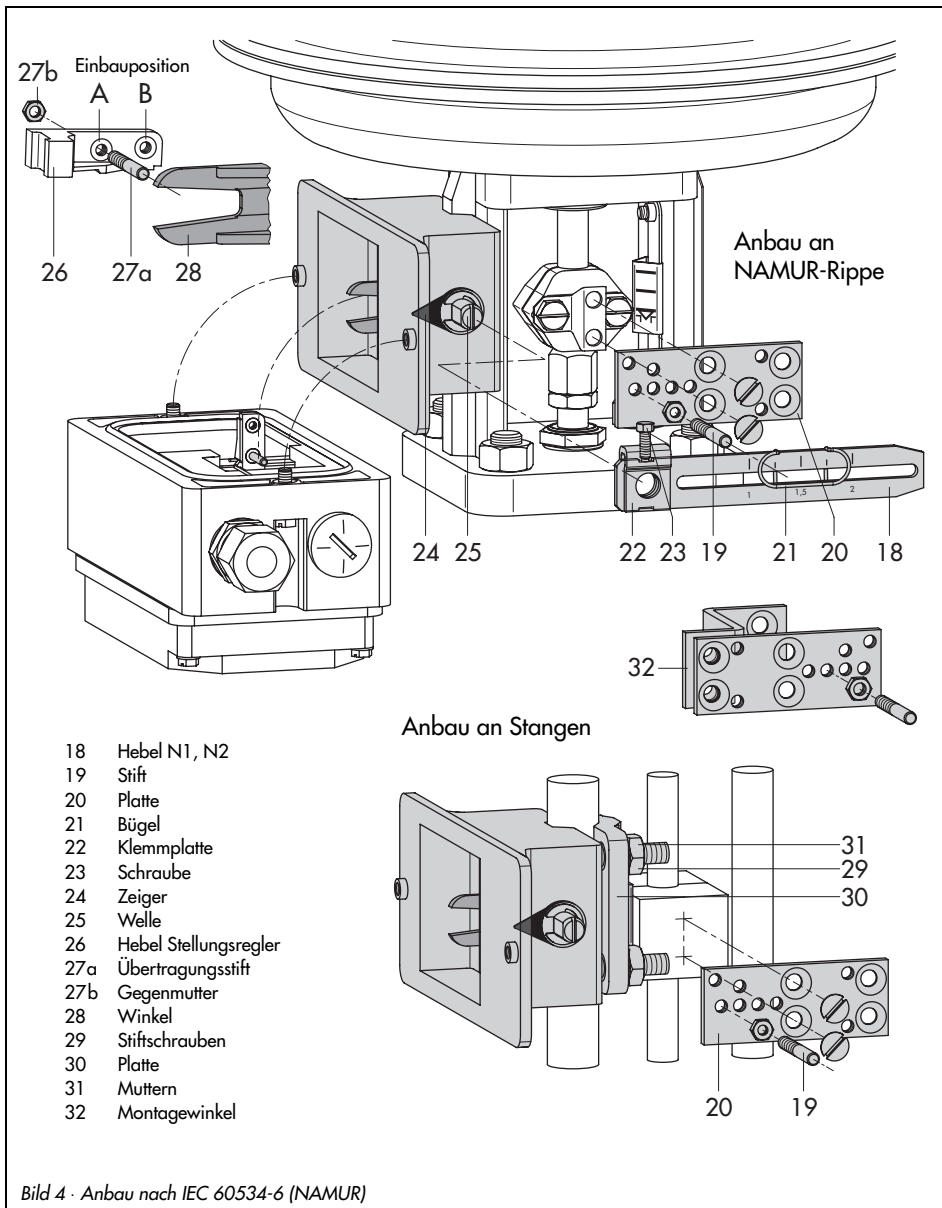

Bild 4 · Anbau nach IEC 60534-6 (NAMUR)
Der Anbau erfolgt nach Bild 4 über ein Adaptergehäuse. Dabei wird der Hub des Stellventiles über den Hebel (18) und die Welle (25) auf den Winkel (28) des Adaptergehäuses übertragen und auf den Übertragungsstift (27a) am Hebel des Stellungsreglers weitergeleitet.